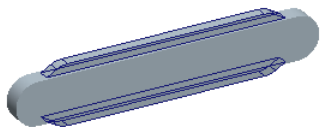
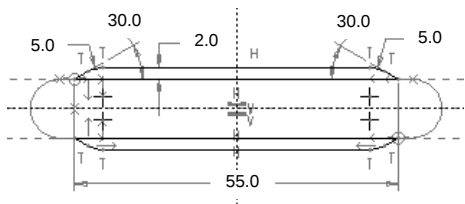

图 5.28.4 实体拉伸特征 2
图 5.28.5 截面草图
(3) 在操控板中选择深度类型 (即两侧拉伸)，输入深度值 4.0。
(4) 在操控板中单击按钮 ，预览所创建的特征；单击“完成”按钮 。
Step3. 创建图 5.28.4 所示的实体拉伸特征 2。
(1) 选择下拉菜单 **插入(I) → 拉伸(E)...** 命令。
(2) 定义草绘截面。在绘图区右击, 在系统弹出的快捷菜单中选择 **定义内部草绘...** 命令, 系统弹出“草绘”对话框; 选择 **RIGHT** 基准平面为草绘平面, **TOP** 基准平面为参照平面, 方向为 **左**; 绘制图 5.28.5 所示的截面草图; 绘制完成后, 单击“草绘完成”按钮